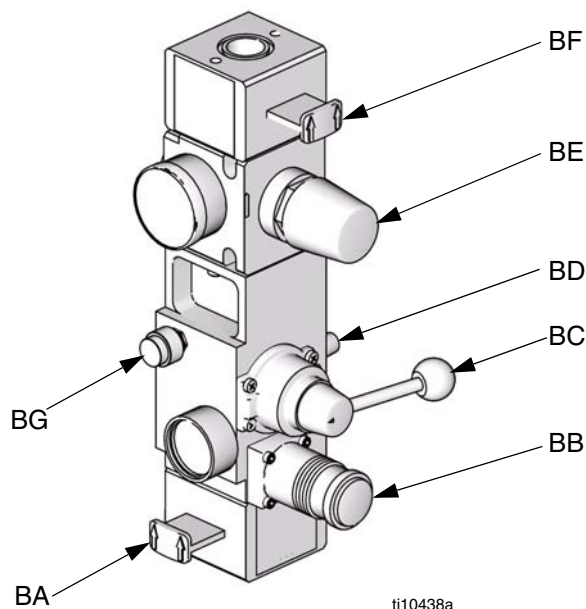

FIG. 2 : Module de commande pneumatique intégré
| G | Commandes pneumatiques intégrées (voir FIG. 2) | S | Tuyauteries du produit (non fournies) |
2. **Commandes pneumatiques intégrées :** Voir FIG. 2 à la page 9. Fermer la soupape à glissière du moteur pneumatique (BF) et la soupape à glissière principale (BA).